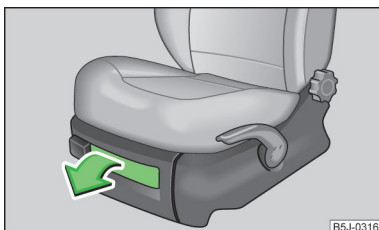

Fig. 89
- Pentru deschiderea clapetei, trageți de mâner » fig. 89.